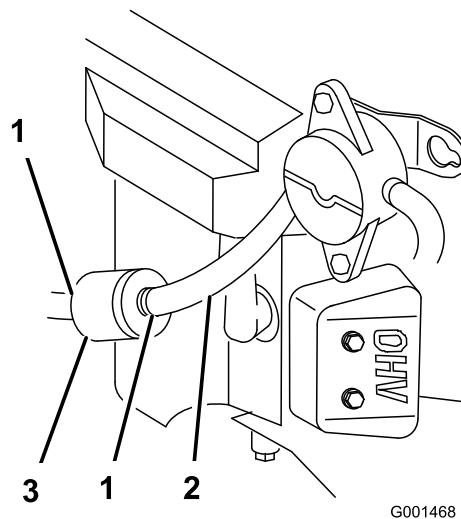

Figura 38
4. Premete le estremità delle fascette stringitubo ed allontanatele dal filtro (Figura 38).